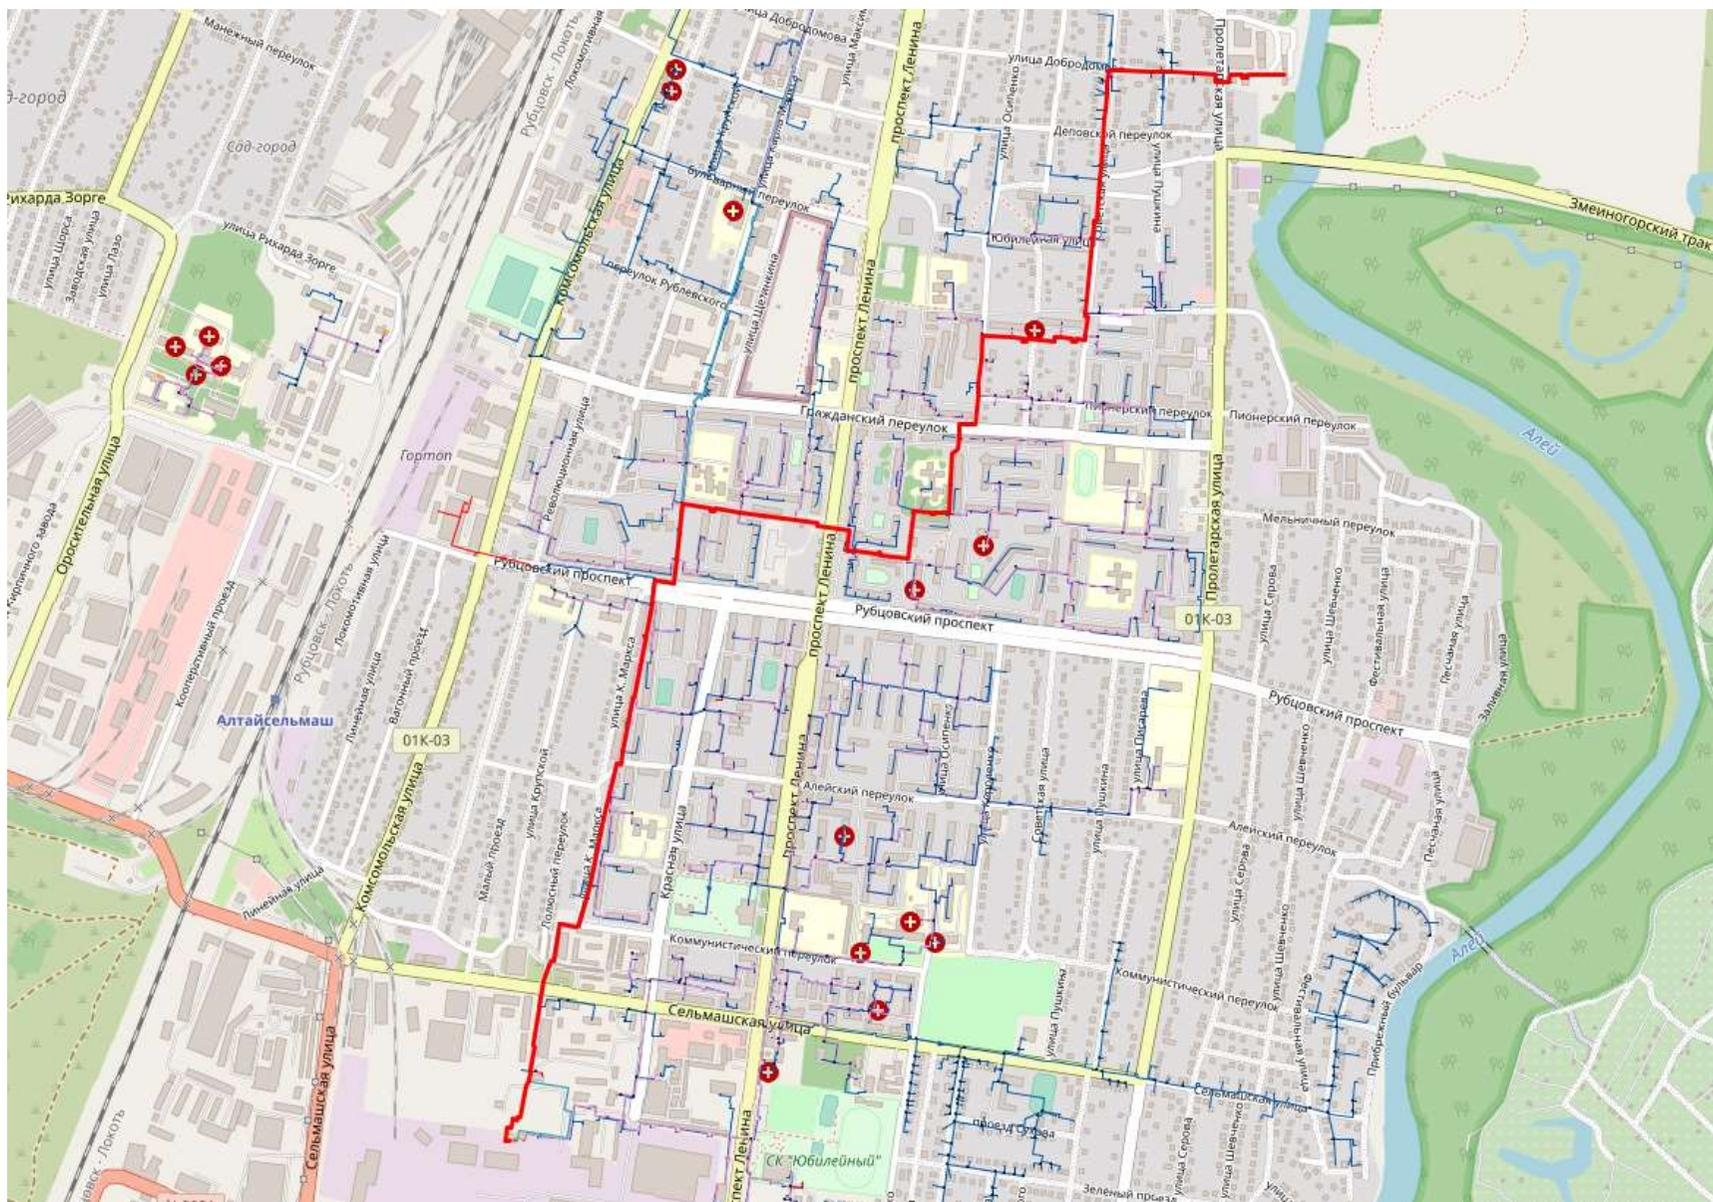
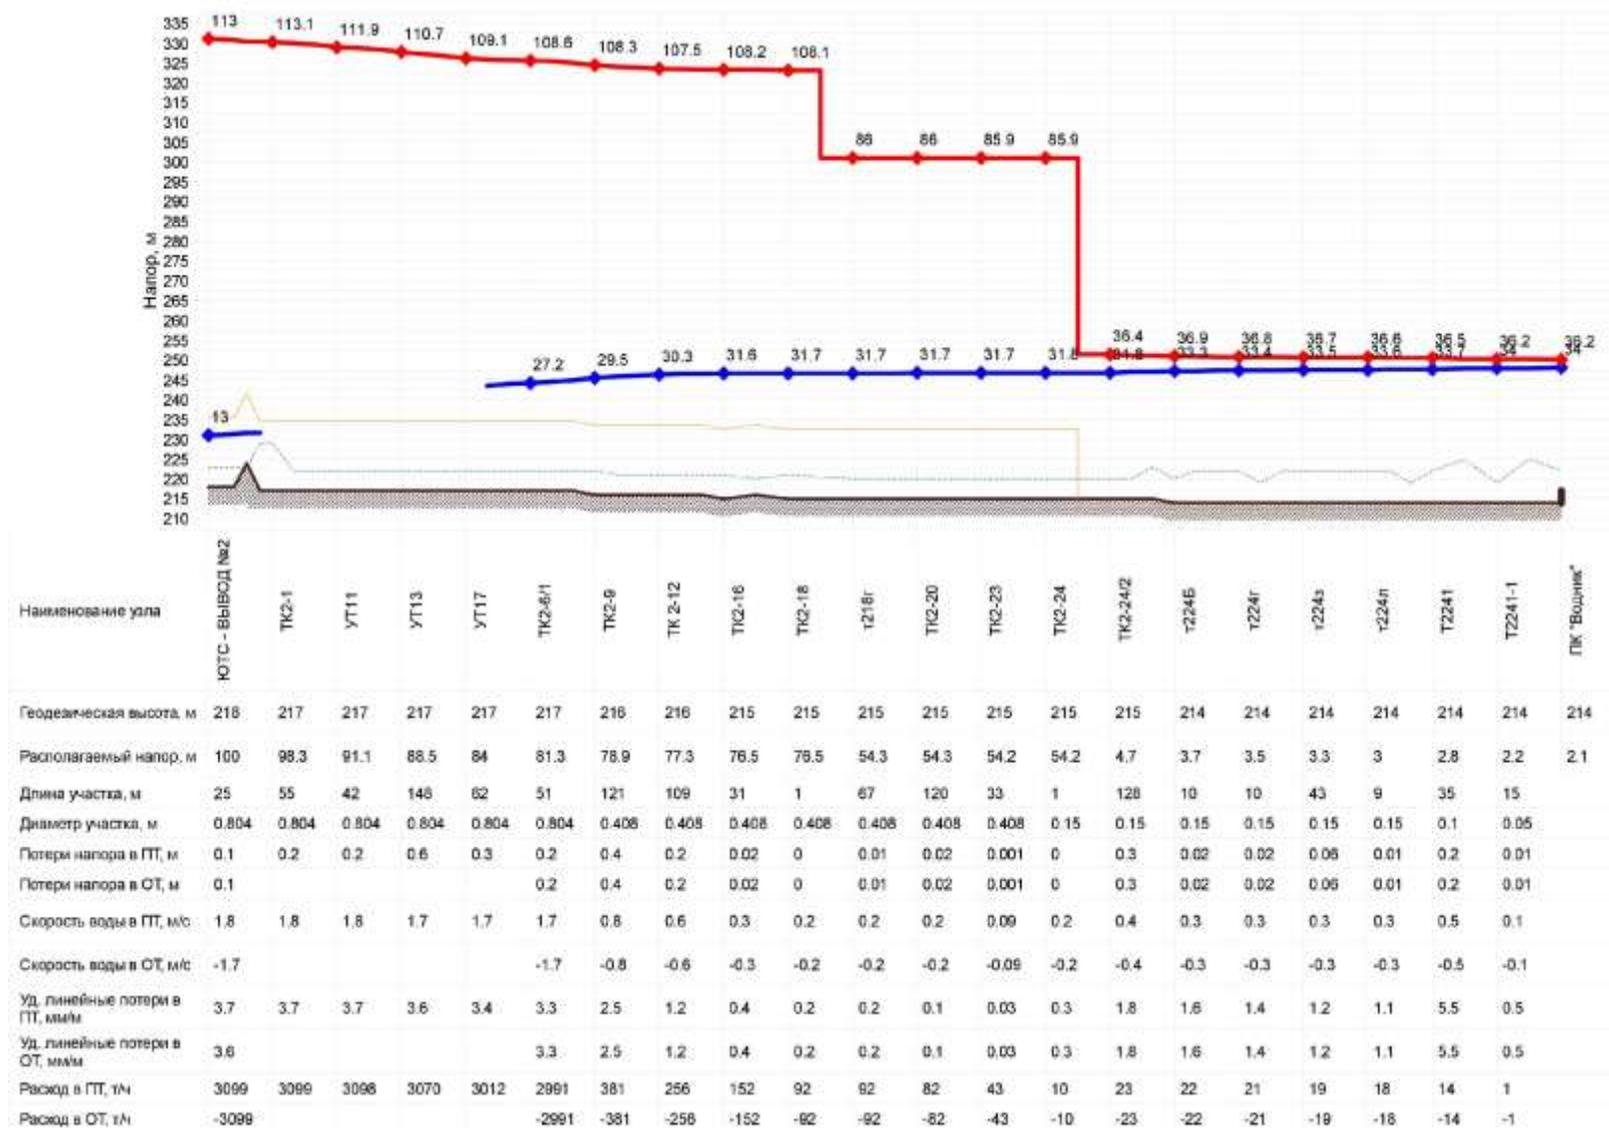

Рисунок 7 - Путь теплоносителя по направлению от ЮТС, вывод № 2 до здания по ул. Пролетарская, 107а
Рисунок 8 - Пьезометрический график от ЮТС, вывод № 2 до здания по ул. Пролетарская, 107а
- расчетный путь от ЮТС, вывод № 2 до здания по ул. Пролетарская, 107а (рисунок 7), основные характеристики теплопровода и режимные параметры теплоносителя (таблица 4), результаты гидравлического расчета, пьезометрический график (рисунок 8);